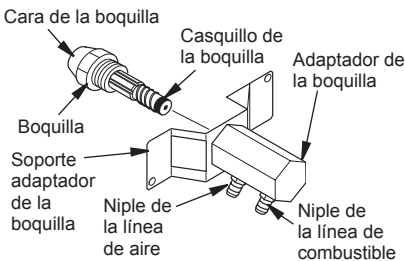

Figura 21 - Boquilla y adaptador de la boquilla
5. Desmonte cuidadosamente la boquilla del adaptador de la boquilla utilizando una llave tubular de 5/8 de pulgada (consulte la figura 21).